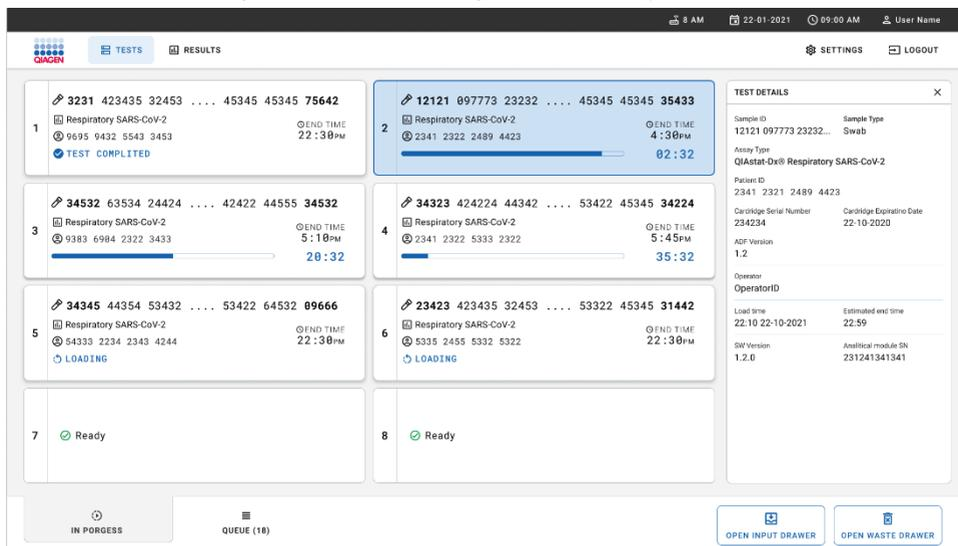

Figura 33. Información de ejecución de la prueba en la pantalla de colas.
- Mientras se están realizando las pruebas, aparecen el tiempo restante de la serie y otros datos de todas las pruebas en cola en la pantalla táctil (figura 33).